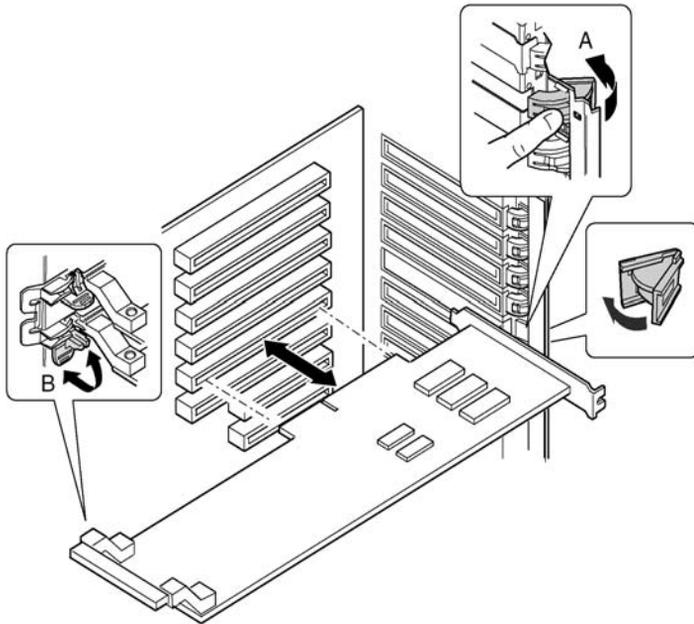

Abbildung 38 - Installieren und Entfernen eines PCI Zusatzboards ohne Hot-Plug-Funktion
- 6 Öffnen Sie die Riegel am vorderen und hinteren Haltemechanismus (Abbildung 38, A und B).